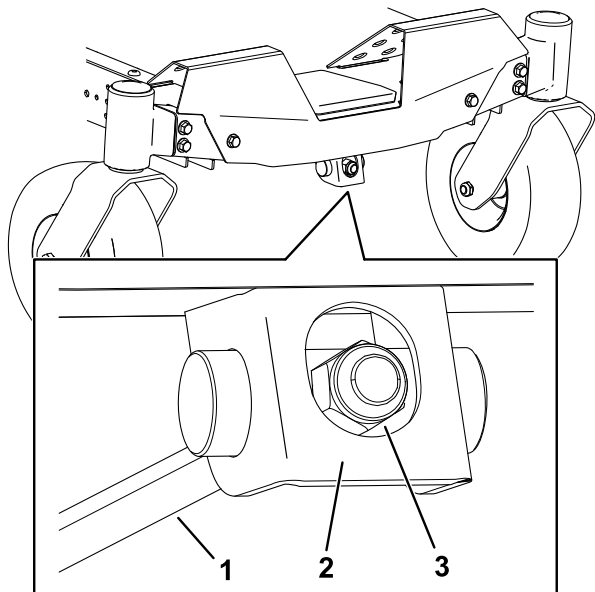

Figura 71
1. Rotii piulia de reglare de la partea din față a mainii de tuns iarba (Figura 71).